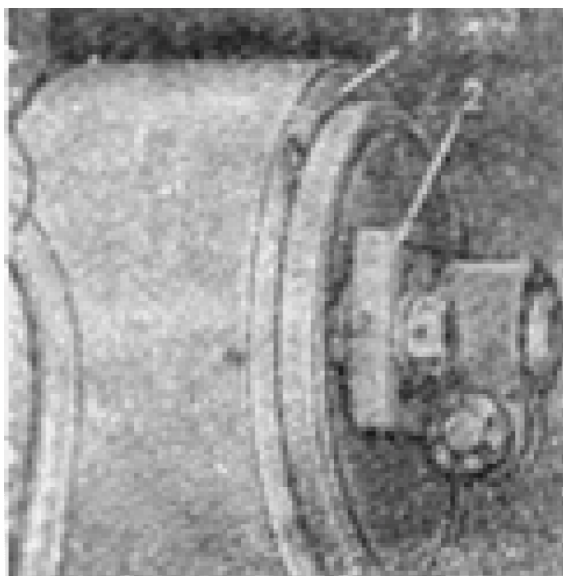

Рис. 16. Совмещение меток:
2. Убедиться в правильном взаимном расположении меток на муфте 1 (рис. 16) опережения впрыска топлива и ведущей полумуфте 2 валика привода топливного насоса. Метки должны быть совмещены.
Цифра у риски должна соответствовать цифре, выбитой на торце муфты (рис. 16).